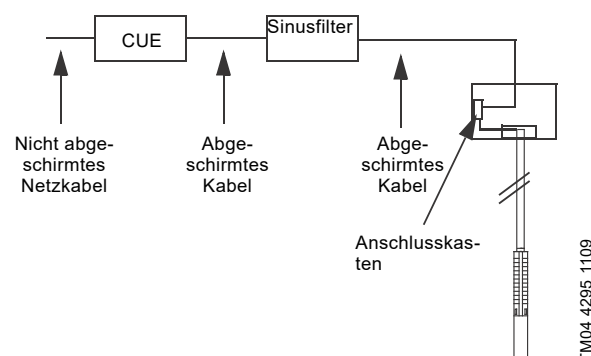

Abb. 15 Beispiel für eine Installation in EMV-empfindlichen Bereichen
- Installation in EMV-empfindlichen Bereichen. Siehe Abb. 15.